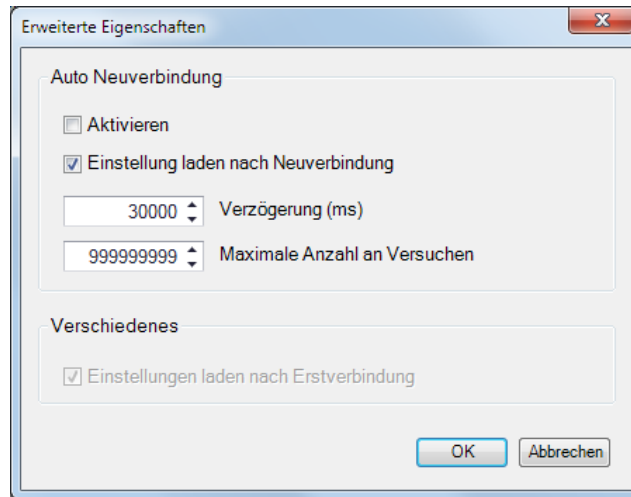

Abbildung 20-5. Erweiterte Eigenschaften, Automatische Neuverbindung
8. Die Schaltfläche 'Erweitert' öffnet das folgende Fenster. Es enthält Optionen für die Aktivierung einer automatischen Neuverbindung, Einstellungen zum Herunterladen nach einer Neuverbindung, die Verzögerung zwischen den erneuten Versuchen (in Millisekunden) und die maximale Anzahl an Versuchen. Siehe Abbildung 20-5.